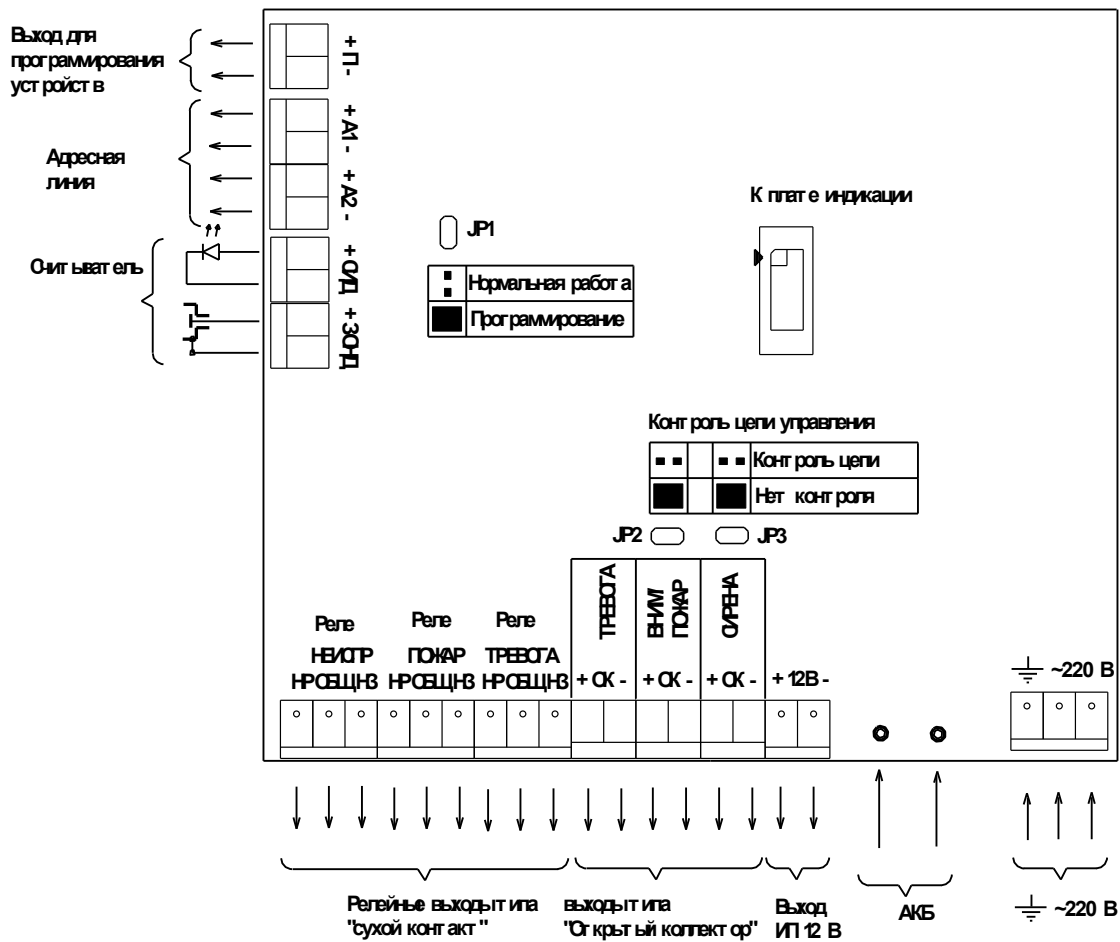

Рис. 3. Расположение клемм подключения на системной плате АПКП.
5.1.3. На системной плате (рис.3) расположены клеммы:
5.1.4. На системной плате рис.3 расположены три перемычки (три джампера):
В модуле предусмотрен вход контроля наличия сетевого напряжения 220В, поступающего на этот источник питания. Контроль может быть отключен установкой джампера 7 (рис.3).